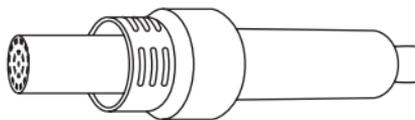

Fig. 3
- Coloque la pistola en el soporte (fig. 3).